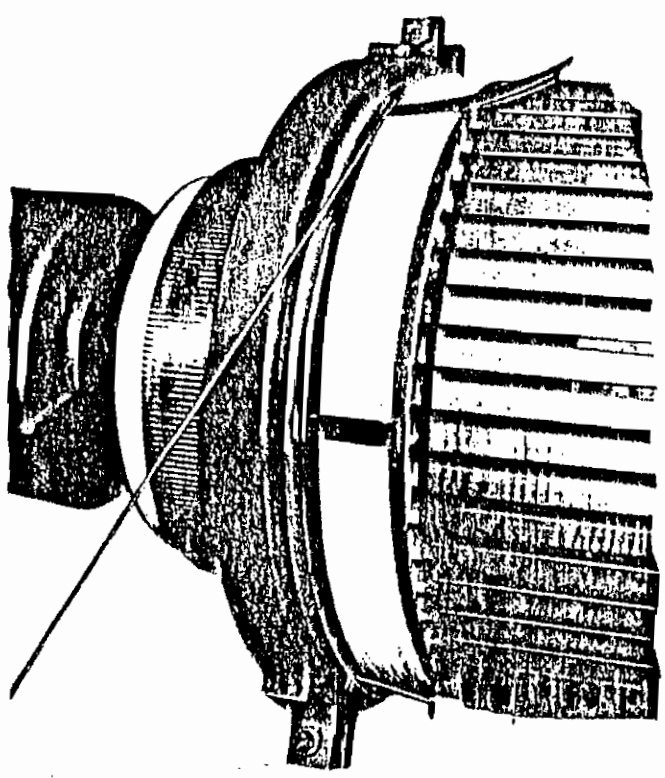

Fig. 28. Comienzo de la banda permanente con las grapas colocadas en posición
- c. Colóquese el extremo del alambre de acero en el saliente de la banda de fijación y enróllese el alambre sobre las bobinas del extremo correspondiente al conmutador. Insértense las grapas y las grapas de banda a medida que la primera vuelta de alambre es colocada (véase la Fig. 28.)